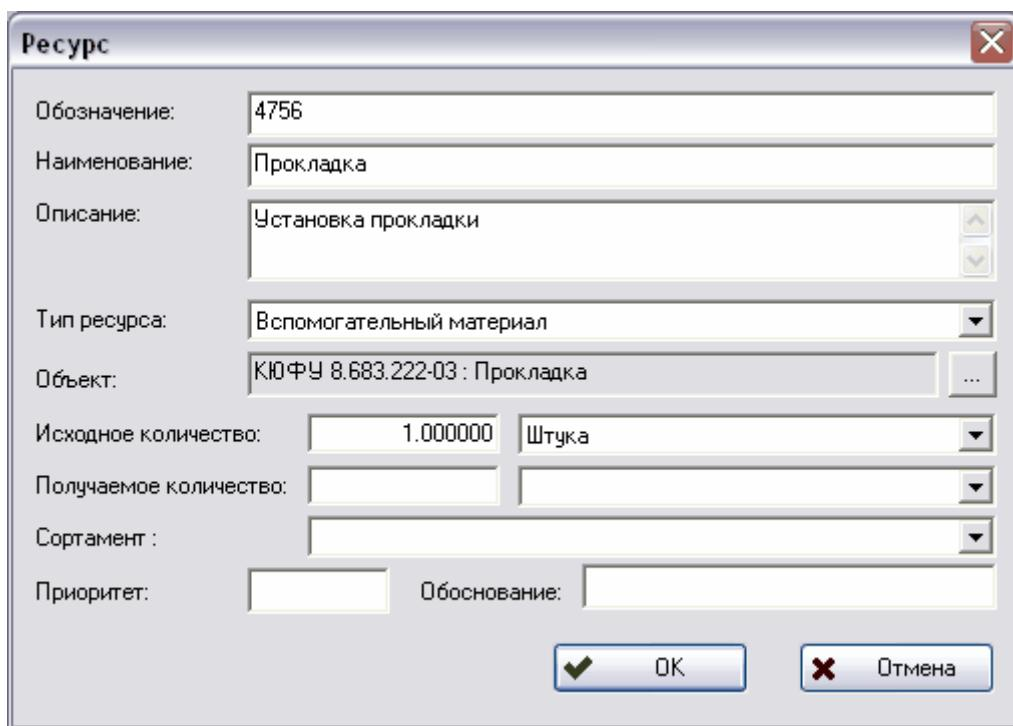

Рис. 193
3. В появившемся окне **Ресурс** введите необходимую информацию о расходе ресурса (Рис. 193).